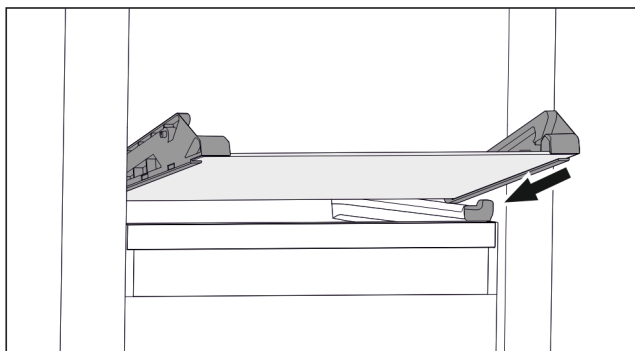

Fig. 62 Sklenená doska sklopnej zásuvky
- ▶ Nasadíte sklenenú dosku šikmo za zarážkami. (pozri Fig. 62)